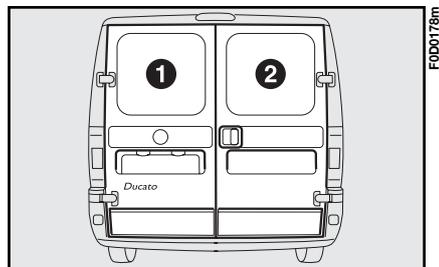

fig. 125
### Apertura manuale dall'esterno del primo battente (2-fig. 125)
### Chiusura manuale dall'esterno del primo battente (2-fig. 125)
### Apertura manuale dall'interno del primo battente (2-fig. 125)
### Apertura manuale del secondo battente (1-fig. 125)
### Chiusura manuale dall'interno del primo battente (2-fig. 125)
### Chiusura manuale del secondo battente (1-fig. 125)
**AVVERTENZA** Per un corretto utilizzo dei 2 battenti posteriori accertarsi sempre dell'avvenuto aggancio del battente n°1 (fig. 125) prima di chiudere il battente n°2.